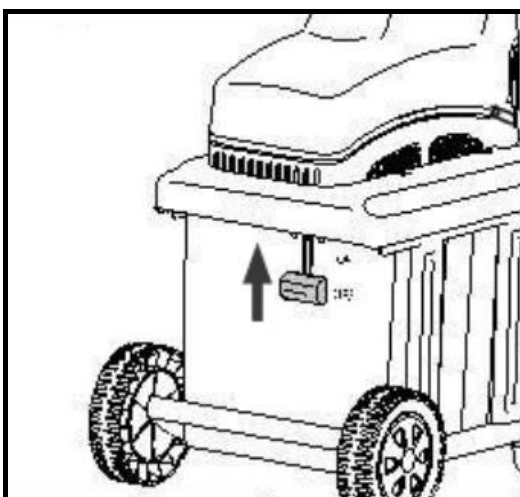

Fig.10
9. Verrouillez le collecteur en position via le commutateur de sécurité en le poussant vers le haut. (Fig. 10)